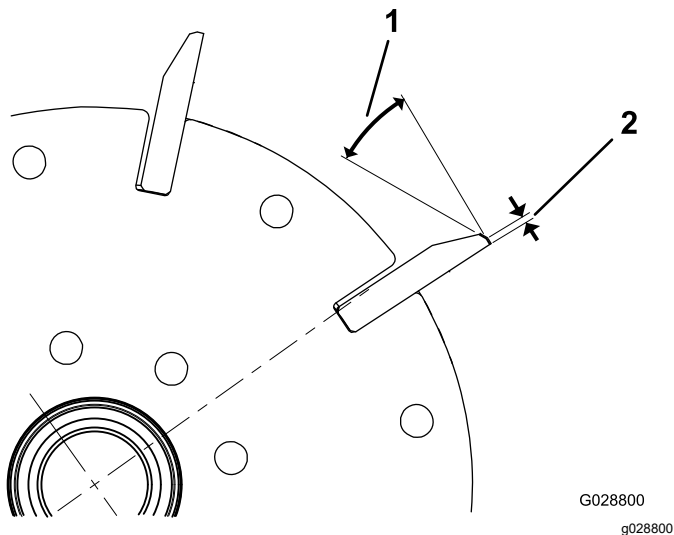

図 34
1. 全部のリール刃に 30° の角度で2番削りを行って、ランド部の幅を 1.3mm にしてください 図 34。